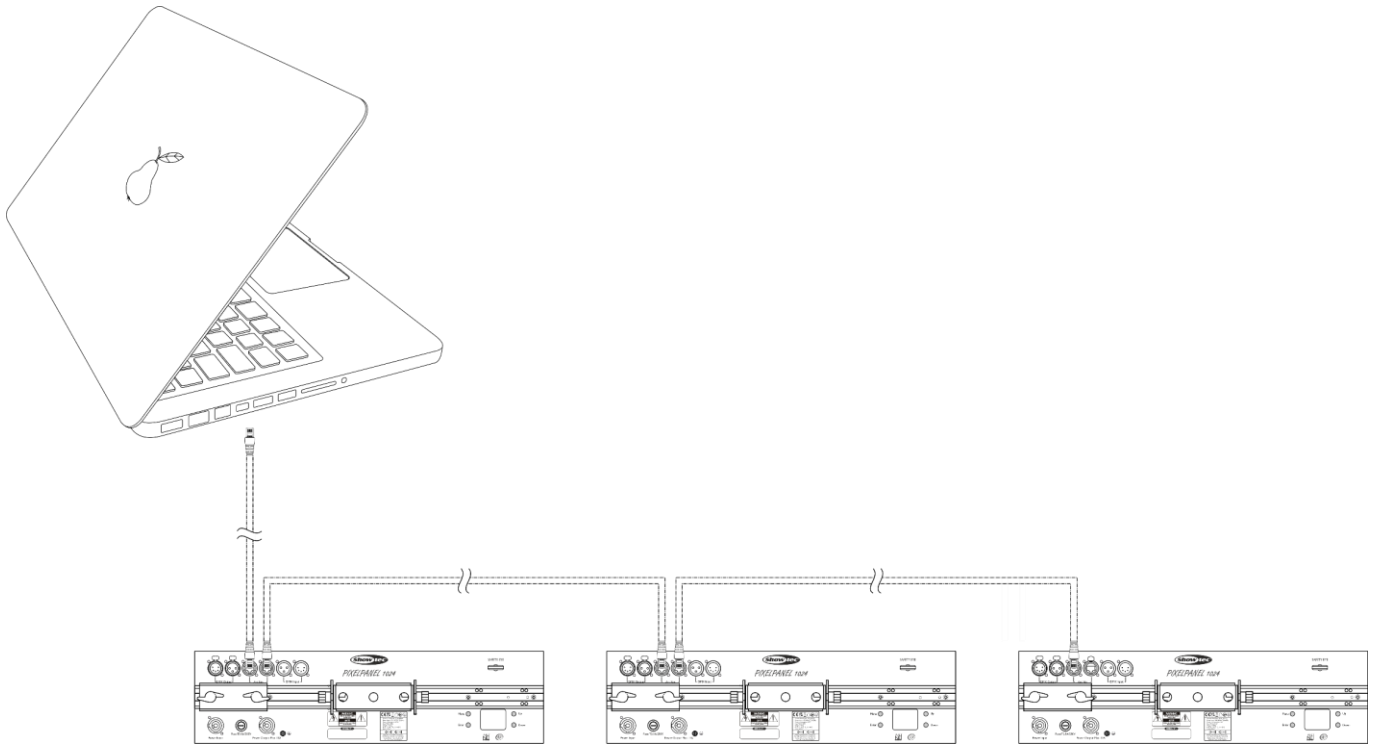

Abb. 09
- 03) Wiederholen Sie Schritt 2, um die gewünschte Anzahl an Geräten wie in Abb. 09 zu verbinden.